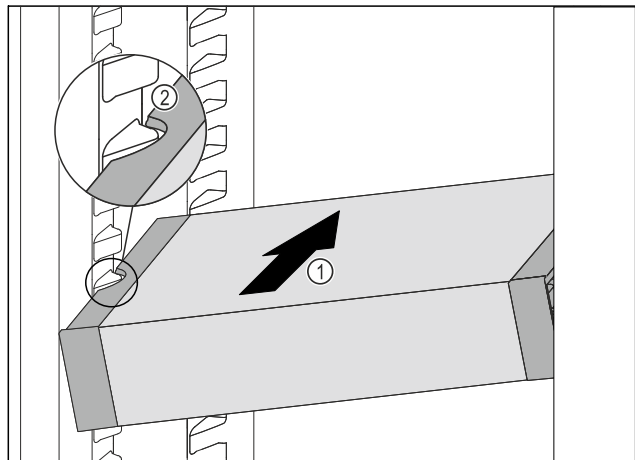

Fig. 89
- ▶ VarioSafe schräg in den Kühltteil einschieben Fig. 89 (1), bis sich die seitlichen Aussparungen Fig. 89 (2) des VarioSafes auf Höhe der Behälterrippe im Kühlteil befinden.